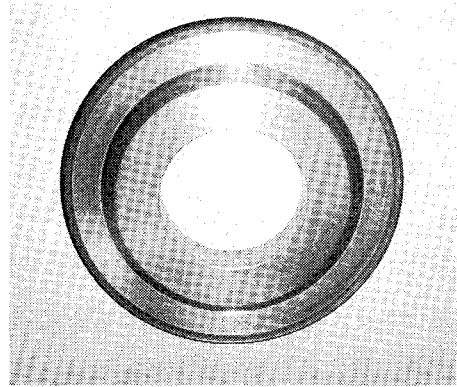

図1-3
- ①ダイヤモンド砥石 (図1-3)。
- ②フランジ
- ③専用バー
- ④バランス台
- ⑤六角棒スパナ